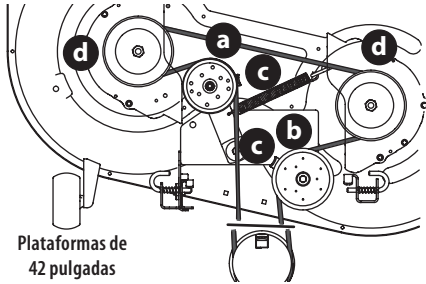
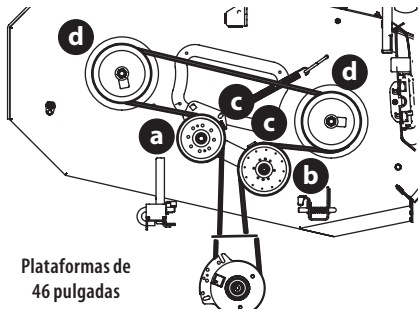
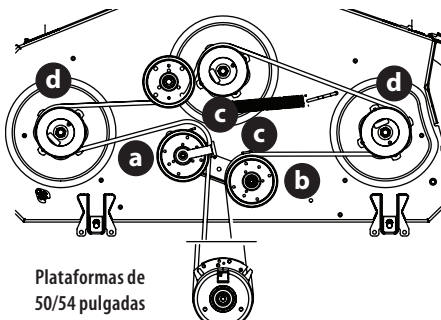
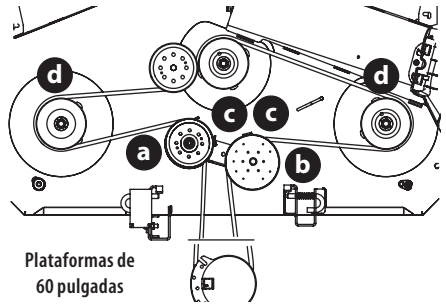

Fig. 46
Fig. 47
Fig. 48
Fig. 49
2. Afloje, pero no quite los herrajes de la polea loca a la derecha (a) y la izquierda (b). Fig. 46 para las plataformas de 42 pulgadas, la Fig. 47 para las plataformas de 46 pulgadas, la Fig. 48 para las plataformas de 50 y 54 pulgadas y la Fig. 49 para las plataformas de 60 pulgadas en la página 70.